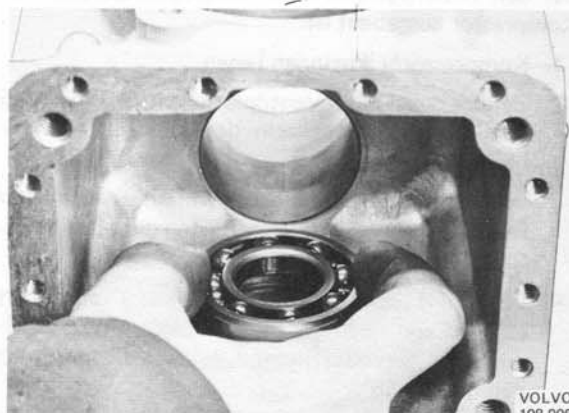

Abb. 63 Einbau des vorderen Kurbelwellenlagers im Kurbelgehäuse
10. Bei nach unten gerichteter Kurbelgehäuse-Stirnwand wird das vordere Kurbelwellenlager durch die Bodenöffnung eingeführt und auf seinen Sitz geschoben (Abb. 63). Wenn notwendig, kann das Lager durch leichten Preßdruck auf den Außenring bis auf vollen Sitz vorgetrieben werden.